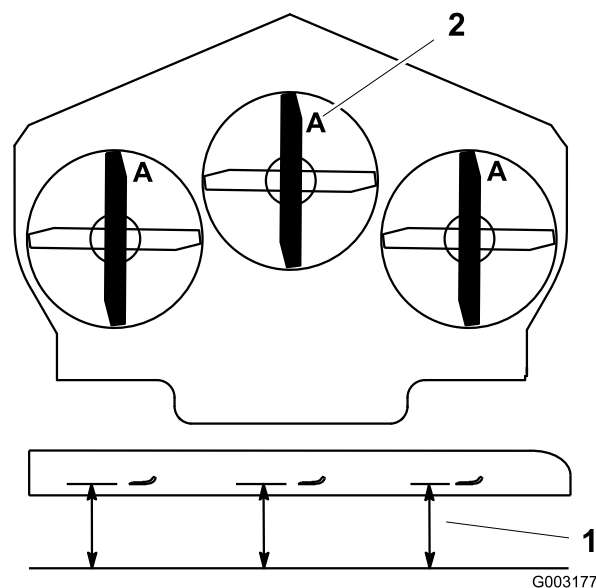

Figura 86
3. Gire las cuchillas hasta que los extremos estén orientados hacia adelante y hacia atrás (Figura 86). Mida desde una superficie nivelada hasta el filo de corte, posición A, de las cuchillas (Figura 86). Anote esta dimensión.